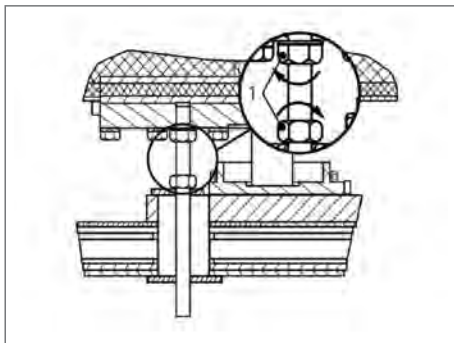

Abbildung 75
4. Ziehen Sie beide Muttern (Abb. 75 | 1) mit dem Schraubenschlüssel durch Drehen entgegen der Rotationsrichtung (siehe Abb. 75 | Pfeil) an, um den Palletank® anzuheben.